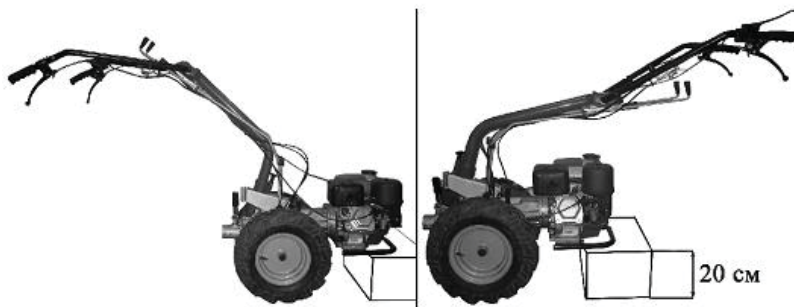

Figura 30
3. Para una más fácil colocación de los accesorios, por favor levante la parte del motor unos 20cm para colocar la máquina en posición horizontal. Figura 30.